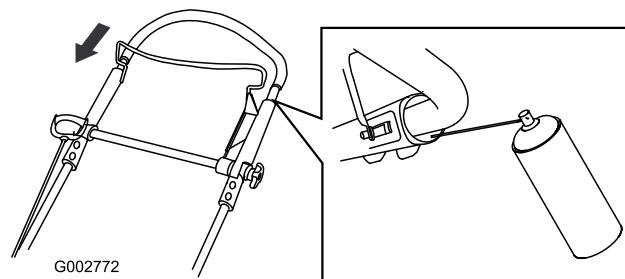

Рисунок 45
2. Полностью отожмите книзу верхнюю часть рукоятки и распылите смазку на внутреннюю пластмассовую поверхность наружной части рукоятки (Рисунок 45).